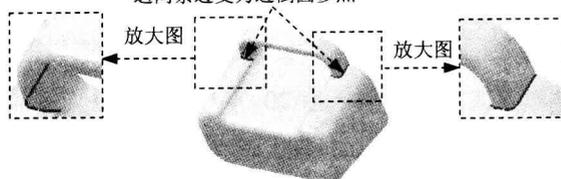

图 1.15 选取边倒圆参照
**Step10.** 创建边倒圆特征 6。选取图 1.15 所示的两条边线为边倒圆参照，其圆角半径值为 3。